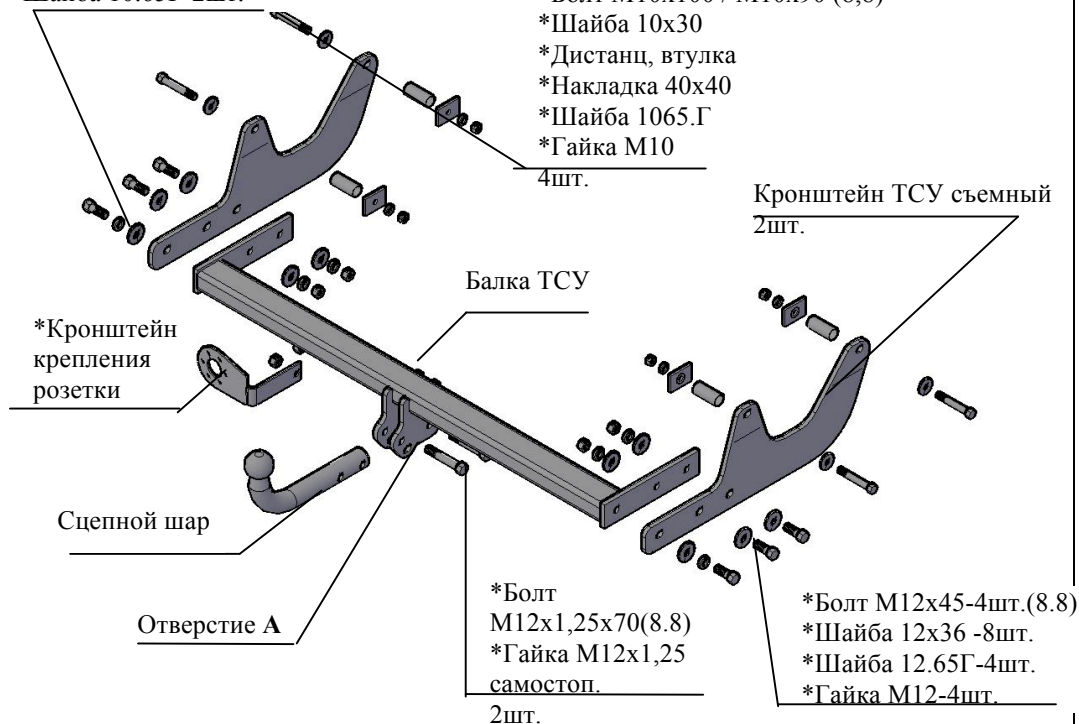

Рис.1 Тягово-цепное устройство 2011.
4.2 Закрепить съемные кронштейны ТСУ к наружным полкам лонжеронов а/м болтами М10х100 (для Лада Ларгус Кросс – болтами М10х90), соблюдая положение болтов в соответствии с рис.1, внутрь лонжеронов установить дистанционные втулки, шайбы 10х30 установить под головки болтов, под гайки подложить накладки 40х40 и шайбы 10.65Г. Крепеж не затягивать.
2.1 ТСУ 2010.С в сборе (рис.1)	1 шт.
2.2 Пакет с комплектующими (см. рис.1)	1 шт.